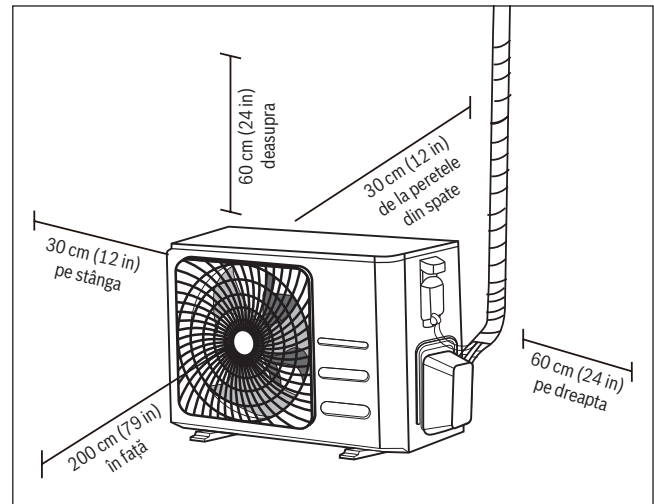

Fig. 21.
- ▶ Satisface toate cerințele de spațiu indicate în Cerințe privind spațiul de instalare (**fig. 21**)